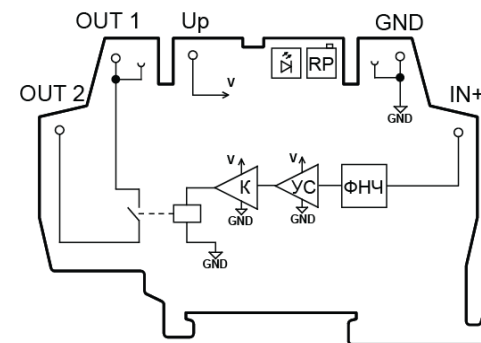
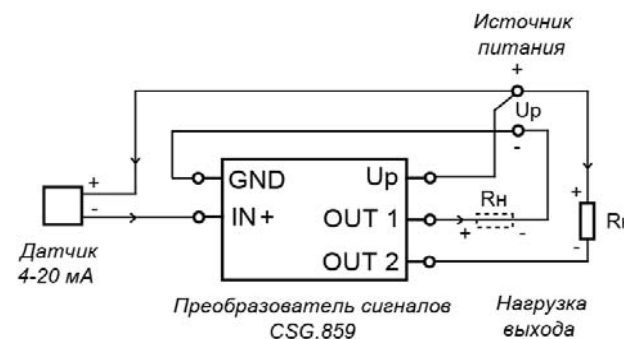
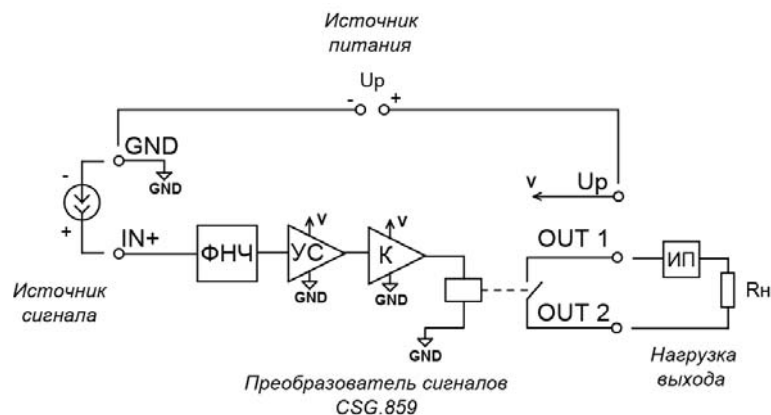

Рис. 5.2 Схема расположения клемм в корпусе преобразователя
Рис. 5.3 Схема подключения преобразователя с двухпроводным датчиком 4...20 мА с одним источником питания
Рис. 5.1 Схема подключения преобразователя
- 6.3 Подстроить порог срабатывания реле с помощью подстроечного резистора RP (см. рис. 5.2).
- 5.1 Функциональная схема и схема подключения преобразователя представлены на рис. 5.1. Схема расположения клемм в корпусе представлена на рис. 5.2. Схема подключения преобразователя с двухпроводным датчиком 4...20 мА с одним источником питания представлена на рис. 5.3.